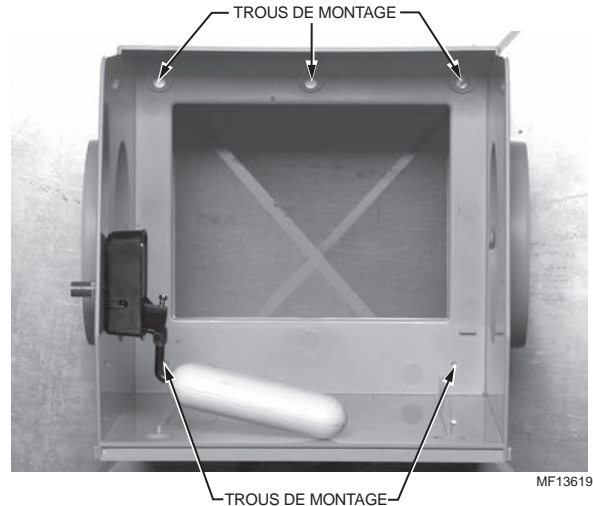

Fig. 6. Marquage de l'emplacement des trous de montage.
7. Placer le boîtier de l'humidificateur HE120 de niveau, sur l'ouverture, et marquer l'emplacement des cinq trous de montage. Voir la figure 6.